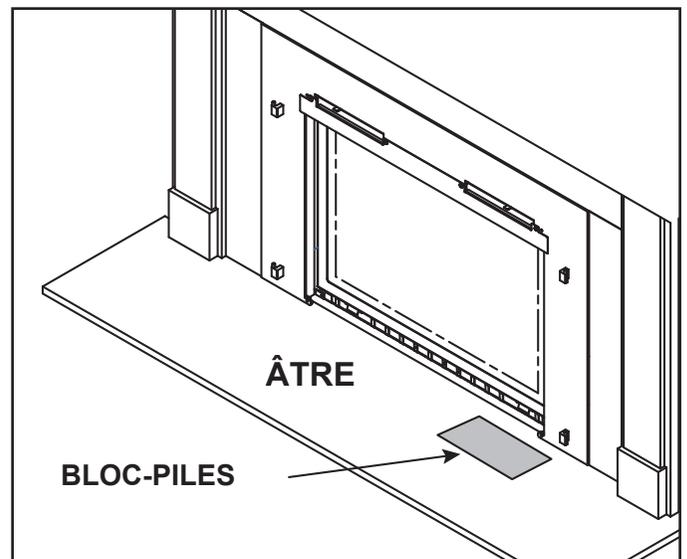

Figure 3.6
5. Placez délicatement le bloc-piles sur l'âtre aussi loin à droite que possible et à environ 2-1/2 pouces de l'appareil. Voir la figure 3.6.